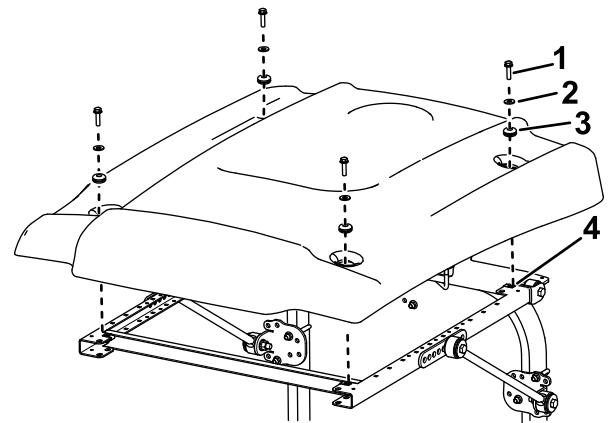

図 28
15. 図 28に示すようにサンシェードをフレームに載せて、取り付け穴を整理させる。
16. サンシェードの各コーナー部をフレームに仮止めするフランジヘッドボルト5/16 x 1"1本、小さいワッシャ1枚、ハトメ1個を使用する図 28。